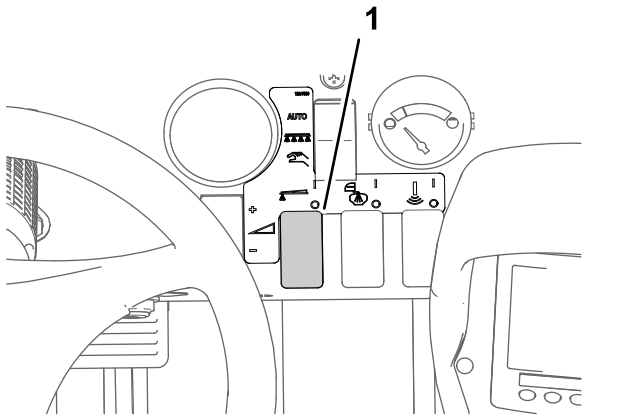

Bild 44
8. Stellen Sie mit dem Dosierungsschalter den gewünschten Sprühdruck ein, wie in der Düsenauswahanleitung angegeben, die mit dem Sprühfahrzeug geliefert wurde (Bild 44).